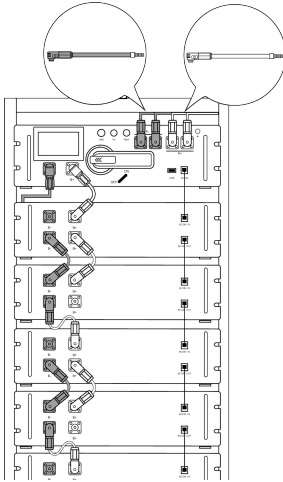

Рисунок 2-3
3. Прикріпити до PCS : Дивіться рисунок 2-3 та рисунок 2-4.